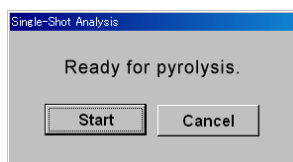

Fig. 4.8 Single-Shot Analysis のスタートダイアログボックス
- (6) “START” ボタンを押します。
- (7) GC、加熱炉、インターフェース、選択的試料導入装置、マイクロジェット・クライオトラップなどの準備が確認されると Fig. 4.8 のダイアログボックスが表示されますので、手動で熱分解装置の試料落下用ボタンを押して、試料カップを落下させた直後にダイアログボックス中の “Start” ボタンをクリックするか PC キーボードの “ENTER” キーを押してください。